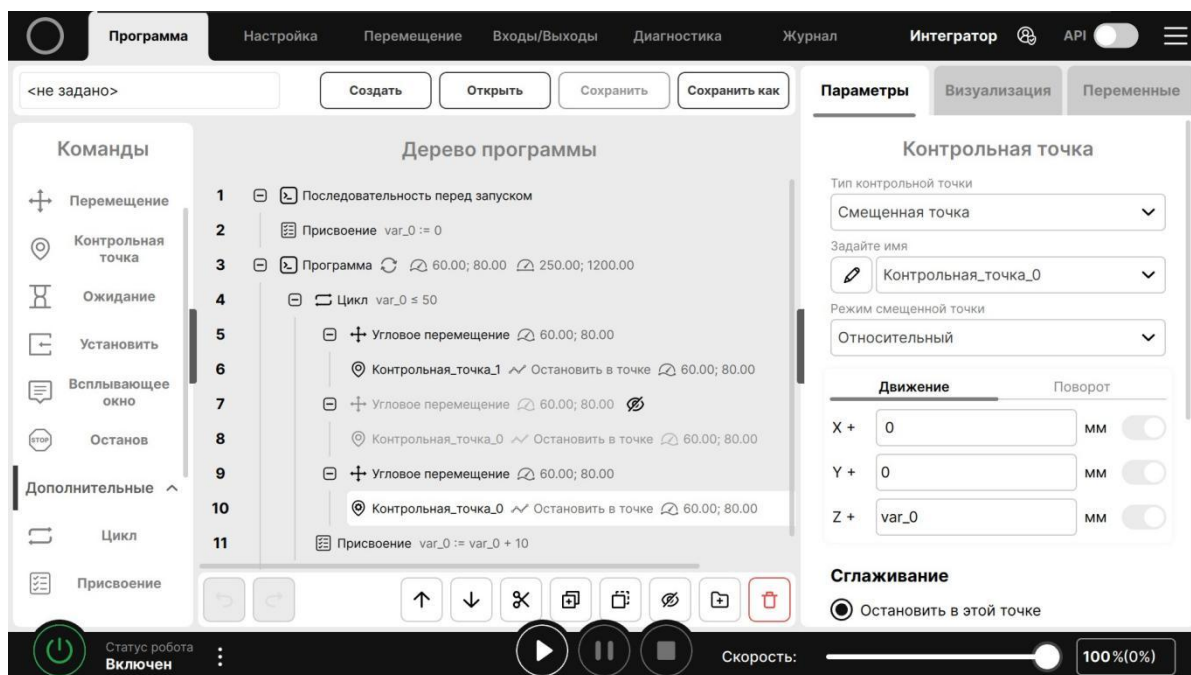

Рисунок 88 - Применение смещенной точки.
Задается в виде смещений относительно одноименной фиксированной точки, позволяет повторять одинаковое смещение каждый раз, как выполняется в программе (Рисунок 88).
- Абсолютный – заменяет значение координаты или поворота для одноименной фиксированной точки на значение переменной, элемента вектора, постоянное значение, в зависимости от введенного в соответствующее поле (Рисунок 88);